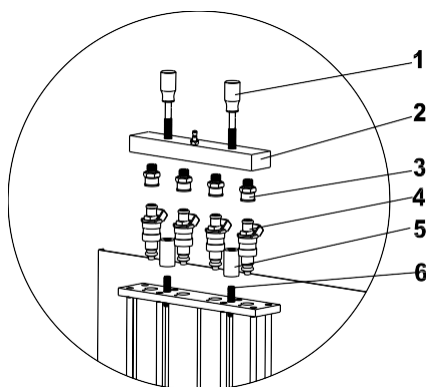

Рис. 04
- 3) Установить распределитель с верхней подачей топлива и форсунку на подпорку топливного распределителя с помощью регулировочного винта и рифленных гаек, а затем затянуть два рифленных болта (черные). См. Рис. 04.